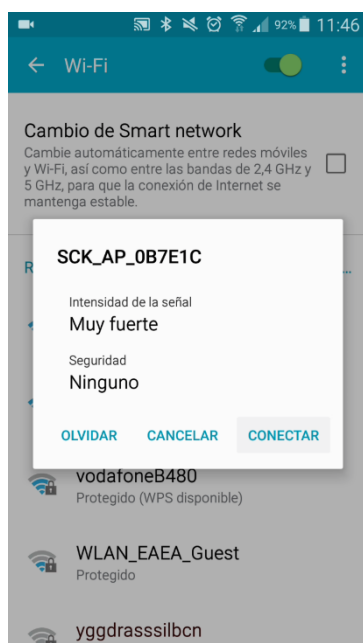
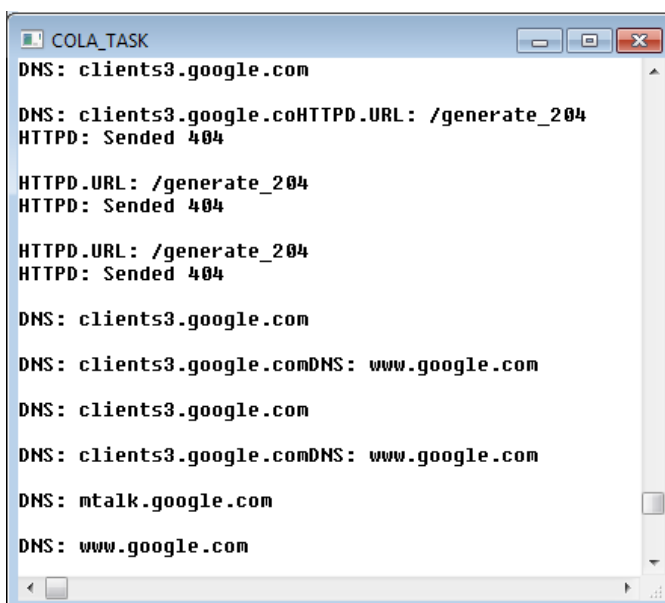

Figura 30: Connexió al AP
Figura 31: Debug connexió AP
- Connexió al AP (mòbil): Com es veu en la Figura 30, el primer pas lògic serà connectar-nos al punt d'accés. Com a informació addicional, i com es pot veure en el log del RTX (Figura 31), un cop ho fem, el mòbil intentarà establir algunes connexions HTTP (funcionament habitual dels smartphones). En tot cas, aquestes seran negatives (Error 404) ja que en aquest mode, només es pot accedir a la nostre pàgina web.